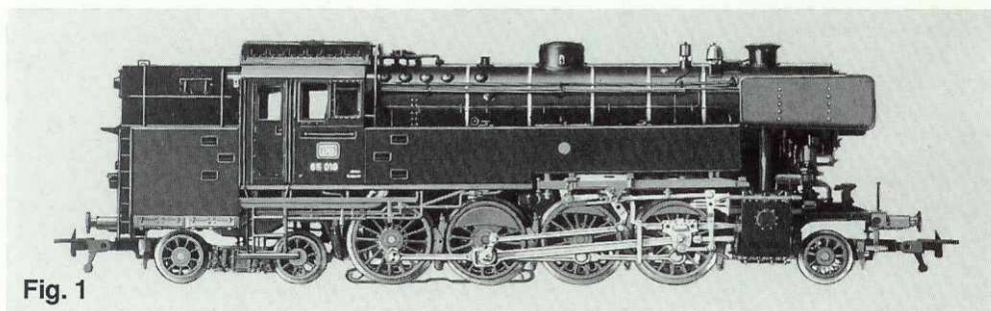

Fig. 1
Das Vorbild: Nach dem Krieg beschaffte die Deutsche Bundesbahn (DB) im Zuge des Neubauprogrammes 18 Stück Dampflokomotiven Baureihe 65.0, die in den Jahren 1951 und 1956 von der Fa. Krauss-Maffei gebaut wurden (Fig. 1).
The Original: Following the war, the Deutsche Bundesbahn (DB) undertook a new construction programme, taking into service 18 steam tank locomotives of the Class 65.0 which were constructed by the firm of Krauss-Maffei during the years 1951 and 1956 (fig. 1).
Modèle original: Après la guerre, d'après les directives du programme de rééquipement, la Deutsche Bundesbahn (DB) commanda 18 locos-tender à vapeur de la série 65.0. Celles-ci furent construites pendant les années 1951 et 1956 par la firme Krauss-Maffei (fig. 1).
Het Voorbeeld: Ten behoeve van haar nieuwbouwprogramma bestelde de Deutsche Bundesbahn (DB) na de oorlog 18 stoomlokomotieven van het type 65.0. De loks werden in 1951 en 1956 door de firma Krauss-Maffei gebouwd (fig. 1).
Förebilden: Efter kriget anskaffade Tyska Förbundsjärnvägen (DB) 18 stycken ånglok med litt. 65.0, som byggdes under åren 1951 och 1956 av firman Krauss-Maffei (fig. 1).